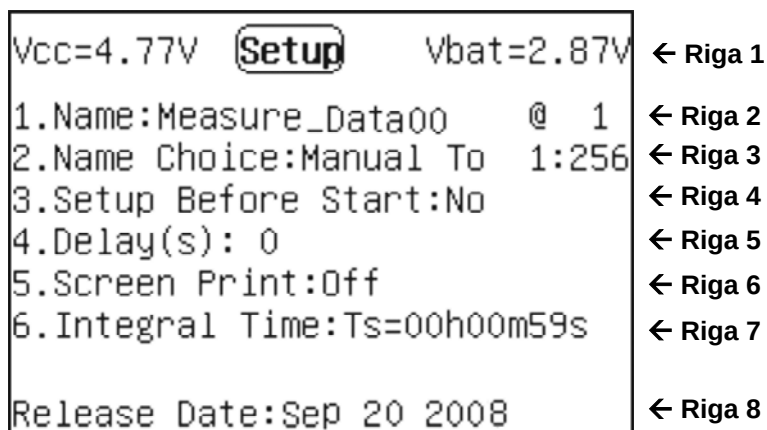

Fig. 6: Videata interna menu di programmazione
Selezionare la sezione "Setup" nel menu principale e confermare con il tasto . Lo strumento presenta la videata mostrata in Fig. 6:
Selezionando la Riga 3 all'interno del menu di programmazione (vedere Fig. 6) e premendo il tasto  lo strumento presenta la seguente videata in cui è mostrato un elenco dei nomi di misura creati dall'utente:
1. Selezionare la Riga 2 all'interno del menu di programmazione (vedere Fig. 6) e premere il tasto . Lo strumento mostra la videata seguente: